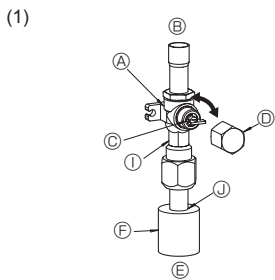
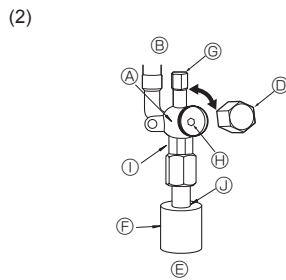

Fig. 4-6
Fig. 4-7
(1) Lado de gas (Fig. 4-6)
- ① Quite la tapa, tire de la manivela hacia usted y gire 1/4 de vuelta hacia la izquierda para abrir.
- ② Cerciórese de que la válvula de parada esté completamente abierta, empuje la manivela y enrosque la tapa en su posición original.
(2) Lado de líquido (Fig. 4-7)
- ① Abra la tapa y gire la varilla de válvula hacia la izquierda hasta su tope, utilizando una llave hexagonal de 4 mm. Deje de girar cuando llega al tope. (ø9,52: Aproximadamente 10 revoluciones)